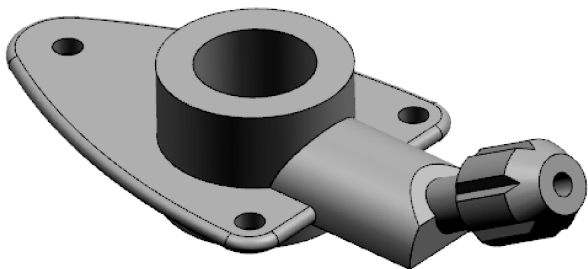

图 3-115 创建管道特征
- 在【管】对话框中设置横截面【外径】为 4，【内径】为 0，单击【确定】按钮完成管道的创建，如图 3-115 所示。